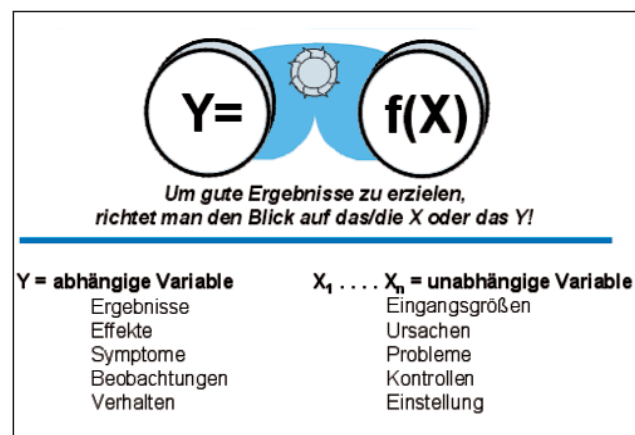

Bild 2: $Y = f(x)$, die entscheidende Formel für den Wirkungszusammenhang
Der identifizierte Problembereich ist meist noch kein Projekt. Spätestens in der hier beschriebenen Phase Define muß aus dem Problembereich ein Projekt werden. Bei der Klärung der Randbedingungen können hier bereits weitere systematische Werkzeuge, wie z.B. Ursachen-Wirkungs-Diagramme, eingesetzt werden. Hier startet der Prozeß, die Ursachen ($x_1, x_2, x_3, \dots, x_n$) zu finden, die in ihrer Auswirkung zum Problem (Y) führen. Die uns begleitende Formel auf unserer Reise durch die Welt von Six Sigma lautet daher: $Y = f(x)$. Bild 2 zeigt beispielhaft den Zusammenhang.